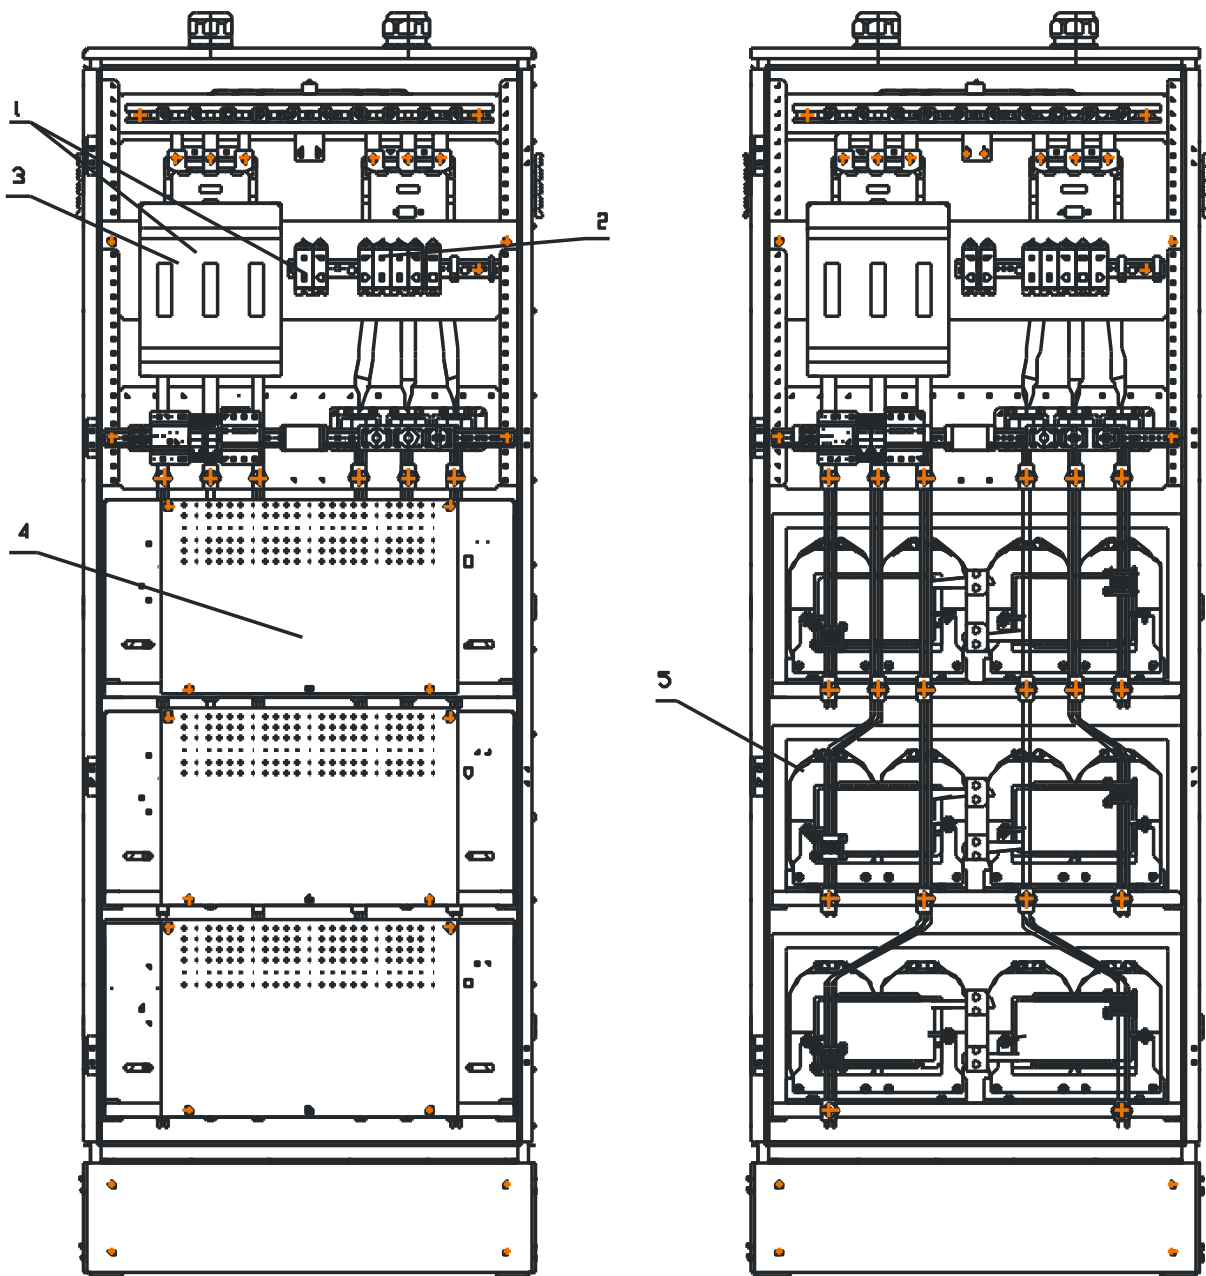

Рис.3. Внешний вид стабилизатора (без дверей).
- клеммы для подключения входного и выходного кабелей (рис.3 поз.1,2);
- рубильник с плавкими предохранителями (рис.3 поз.1);
- три съемных блока ЛАТРов (рис.3 поз.4).